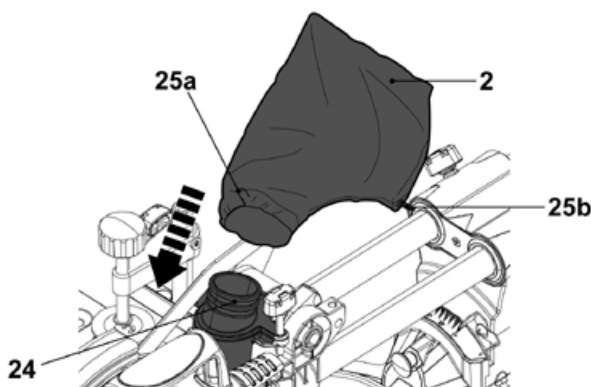

Fig. 5
- > Coloque o saco de recolha de pó (25) na saída de aspiração de pó (24) (fig. 5). Certifique-se de que a braçadeira de fixação (25a) do saco de recolha de pó esteja posicionado adequadamente ao redor da saída de extração de poeira.